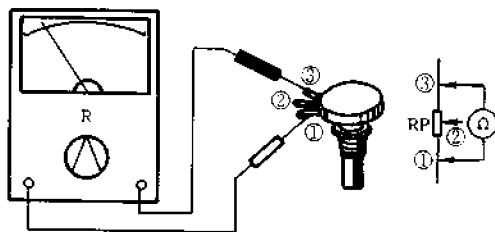

图 4-13 测量电位器的标称阻值
用万用表的电阻挡测量电位器①、③两端,其读数应为电位器的标称阻值,见图 4-13。如万用表的指针不动或阻值相差很多,则表明该电位器已损坏。